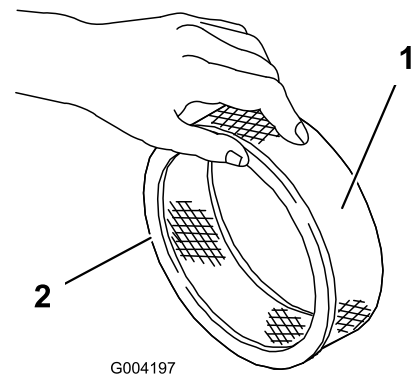

Figura 19
5. Inspeccione el elemento de papel por si estuviera roto, tuviera una película aceitosa o la junta de goma estuviera dañada (Figura 19).
1. Deslice cuidadosamente el prefiltro de gomaespuma sobre el elemento de papel (Figura 19).